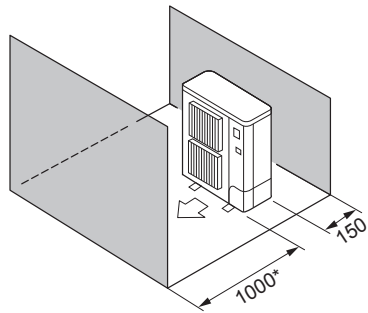

Fig. 2-7
- ⑤ Hindernisse nur auf der Vorder- und Rückseite (Fig. 2-7)